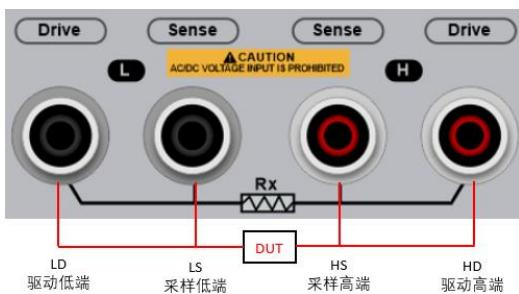

图 4-4 自动化设备测试电缆接线方式示意图
**第1步** 将开尔文测试线的测试夹尖嘴端如图 4-4 所示交叉叠放。注意:应将测试夹具的带▲标识端夹在一起,不带▲标识端夹在一起;此时 LCD 屏显示的底数应接近于 0。若测试线夹子接反,测试线数据将变化很大,或显示较大负电阻值;此时再将测试夹反接,即可获得正确的底数。